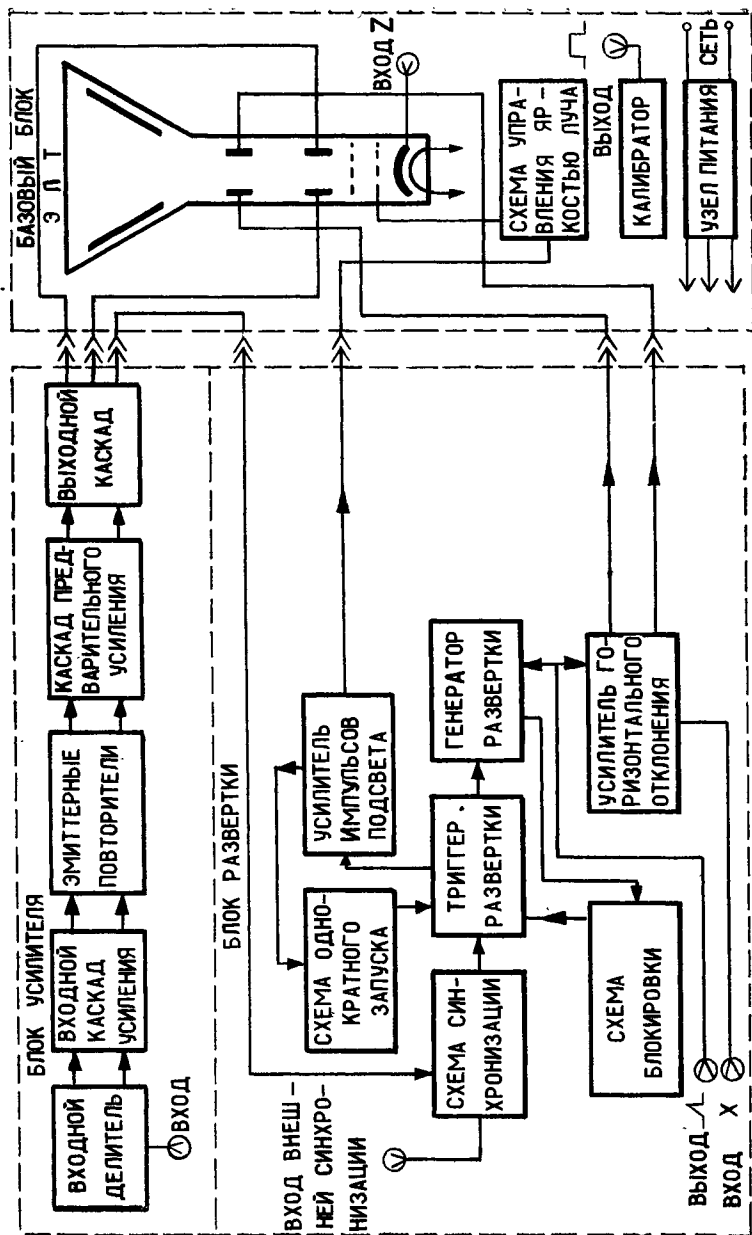

Рис. 2. Блок-схема
5.1.1. Блок-схема осциллографа С1-48Б приведена на рис. 2. В блок-схему прибора входят следующие основные блоки: